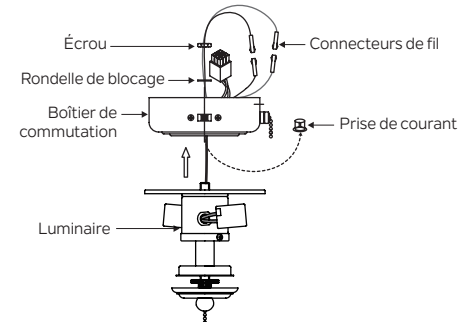

Fig. 17
1. Retirez le bouchon en plastique situé au centre du boîtier de l'interrupteur. Fixez le luminaire au boîtier de l'interrupteur en passant les fils (noir et blanc) du luminaire à travers le trou situé au centre du boîtier de l'interrupteur, puis vissez la tige du luminaire dans le trou central. À l'intérieur du boîtier de l'interrupteur, placez une rondelle de blocage et un écrou sur la tige du luminaire, puis serrez. (Fig.17)
Reliez les fils du luminaire aux fils à l'intérieur du boîtier de l'interrupteur en rapprochant les connexions polarisées. (Fig.17)